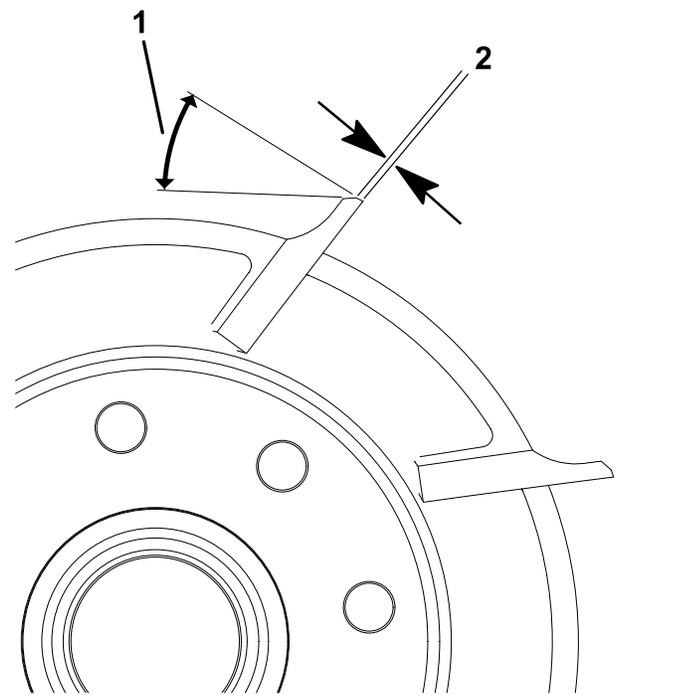

Figura 27
1. Afíle todas las cuchillas con un rebajo de 30° hasta que la anchura de la superficie de incidencia sea de 0,8 mm (Figura 27).